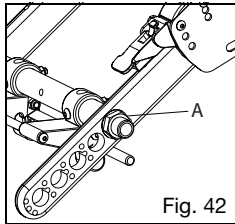

Fig. 42
2. Use una llave de tuercas de 24 mm para aflojar (no quitar) ambas tuercas del manguito del eje (Fig. 42:A).